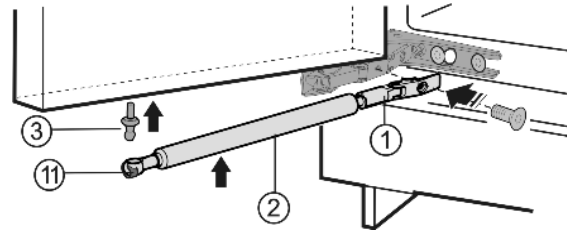

Fig. 5
- ▶ Вкрутите шаровую головку Fig. 5 (3) в новое крепежное отверстие с моментом 4 Нм.
- ▶ Снова сдвиньте натяжную пружину Fig. 5 (11) внутрь.
- ▶ Прикрутите держатель Fig. 5 (1) с моментом 3 Нм.
- ▶ Вставьте амортизатор закрывания дверей Fig. 5 (2) в шаровую головку.